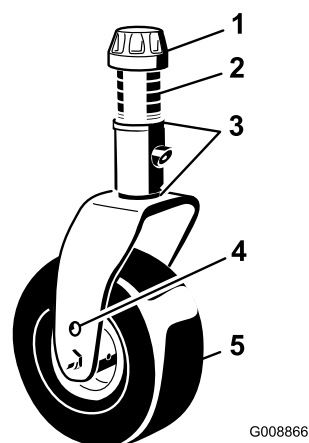

Рисунок 29
- Снимите колпачковую гайку с вала поворотного колеса (Рисунок 29) и извлеките вал из рычага поворотного колеса. Поместите на вал поворотного колеса 2 регулировочных прокладки (3 мм), установленные первоначально. Наденьте на вал нужное число проставок на 1/2" для получения требуемой высоты скашивания.